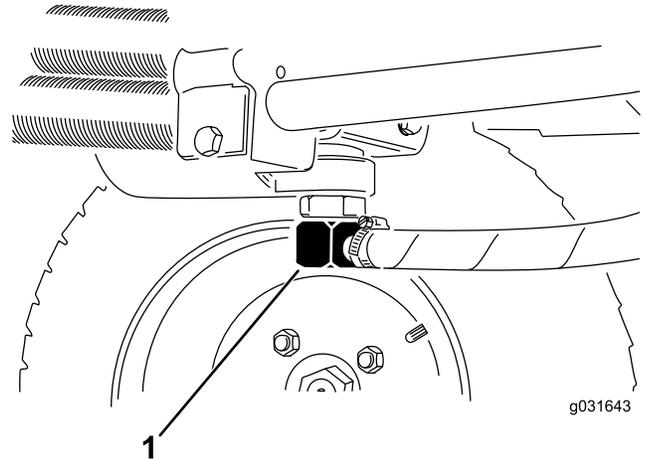
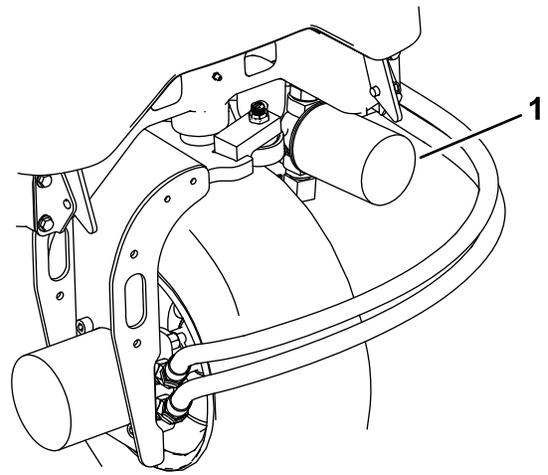

Bild 64
Bild 66
2. Klemmen Sie die Hydraulikölleitung ab oder entfernen den Hydraulikölfilter und lassen das Hydrauliköl in ein Auffanggefäß ablaufen (Bild 66 und Bild 64).
3. Montieren Sie die Hydraulikölleitung, wenn kein Öl mehr ausströmt (Bild 64).
3. Reinigen Sie den Anbaubereich des Filters, stellen Sie eine Auffangwanne unter den Filter und entfernen den Filter (Bild 66).